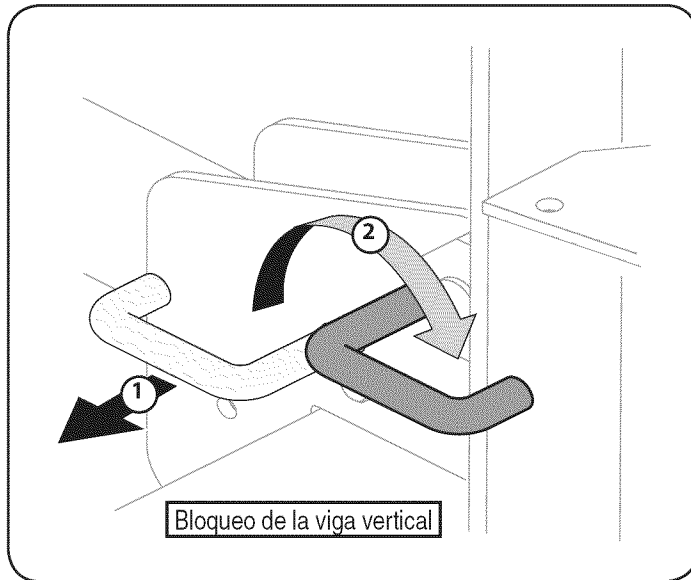

Figura 14
2. Para trabar la vigueta en posición vertical, tire del bloqueo de vigueta vertical hacia afuera y gírelo para ajustar la vigueta. Vea la Figura 14.